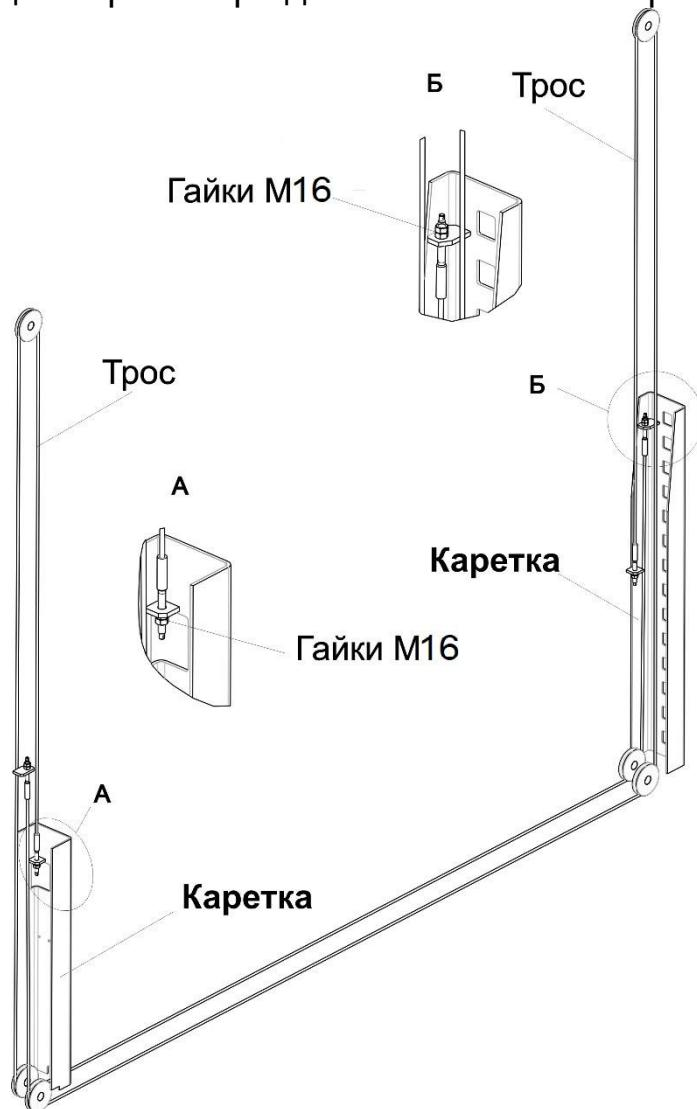

Рисунок 6.4 - Схема запасовки синхронизирующих тросов
6.6 Поднять каретки погрузчиком или другими подъемными средствами и установить их на фиксаторы (на высоте около 460 мм от пола). Установить тросы системы синхронизации кареток (см. Рисунок 6.4). Для облегчения монтажа тросов в каретках использовать тонкую проволоку, продетую через отверстие в наконечнике троса, убедиться, что тросы расположены на блоках. Отрегулировать натяжение тросов, путем закручивания гаек M16, до одинаковой степени натяжения, затем законтрить. При чрезмерном натяжении тросов каретки движутся прерывисто. При недостаточном натяжении тросов одна каретка при движении может опережать другую.